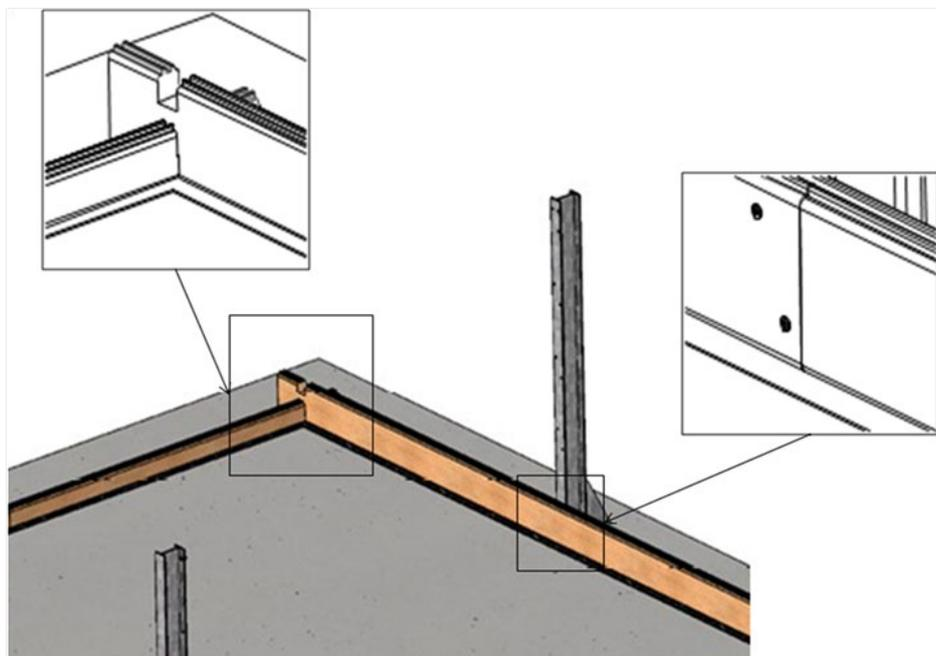

Figura 12 – Blocco delle assi tra loro
- Tra di loro come mostrato nella **Figura 12**, utilizzando 2 viti per coppia di listelli, e su entrambi i lati ciascuno con 10 listelli disposte in altezza, per un totale di 160 viti a testa svasata 5 × 40 in acciaio inox A4 torx filettate su 25 mm (sacchetto C),